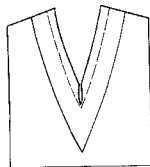

Рис. 6.33
**Горловины с вырезом-каре и V-образным вырезом** обрабатывают обтачками так же, как и круглые, но, чтобы обтачка лучше выворачивалась на изнаночную сторону, припуски в углу (V-образного выреза) или в углах разреза (каре) нужно надсечь почти до самой строчки (рис. 6.33).